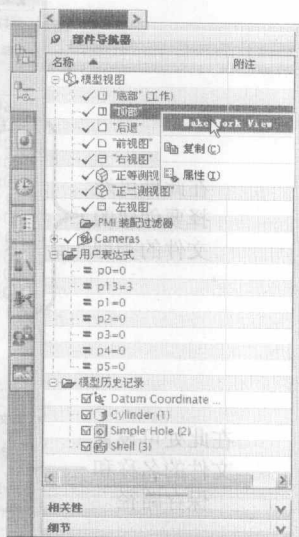

图 1-12 部件导航器
户表达式”和“模型历史记录”4组操作选项,如图1-12所示,其各自的作用如下。
- 模型视图:** 将该选项展开可以见到对象视图列表,右键单击某个视图,选择“Make Work View”命令可以将其设置为当前工作视图,如图1-12所示。